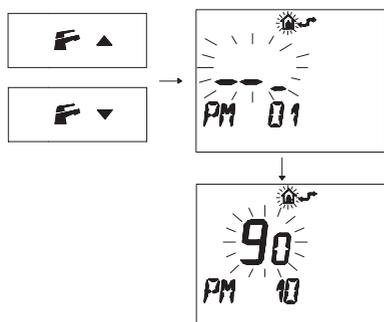

Figura 5.52
- Premere i pulsanti **PM** **▼** o **PM** **▲** per visualizzare la programmazione "**PM10**" selezione della frequenza di accensione (Figura 5.52).
Nella Figura 5.52 si visualizza un SET programmato di **90** corrispondente ad un tempo di riaccensione di 3 minuti circa.